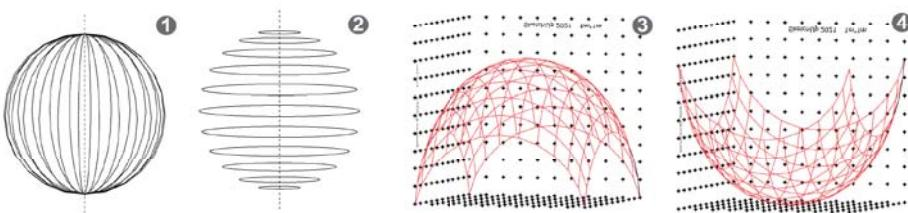

图 1.3.5 旋转曲面与二次曲面
(1) 旋转曲面。也称回转曲面，是一类特殊的曲面，它是一条平面曲线绕着它所在的平面上一条固定直线旋转一周所生成的曲面。该固定直线称为旋转轴，该旋转曲线称为母线。曲面和过旋转轴的平面的交线称为经线或子午线，见图 1.3.5 ①；曲面和垂直于旋转轴的平面的交线称为纬线或平行圆，见图 1.3.5 ②。
(2) 二次曲面。直线与二次曲面相交于两个点；如果相交于 3 个点以上，那么此直线全部在曲面上。这时称此直线为曲面的母线。如果二次曲面被平面所截，其截线是二次曲线。通常将三元二次方程所表示的曲面称为二次曲面，如图 1.3.5 ③④所示。平面是一次曲面。